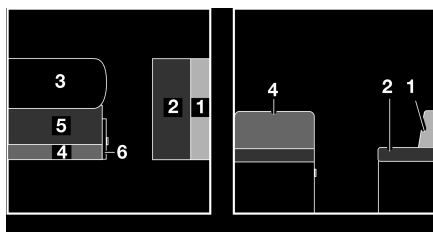

Fig. 123 Avant la transformation
- Agrandir la table (Fig. 123,3) et la transformer en sommier de lit (voir paragraphe 7.7).
- Tirer la poignée et ouvrir le portillon (Fig. 123,6).